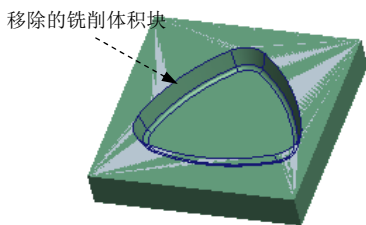

图 19.2.30 移除材料后的模型
Step3. 在弹出的“相交元件”对话框中单击 **自动添加** 按钮和  按钮, 最后单击 **确定** 按钮, 完成材料切减, 切减后的模型如图 19.2.30 所示。